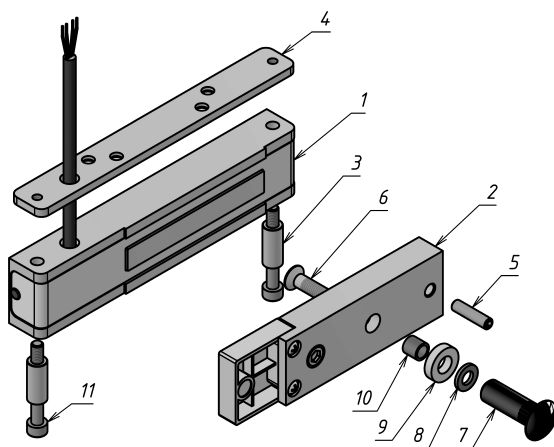

Рисунок 1 – Комплект поставки замка
3.1 Комплект поставки (рисунок 1):
4.5 Винт крепления якоря (поз.6 рис.1) необходимо затянуть с усилием, достаточным для исключения его отворачивания в